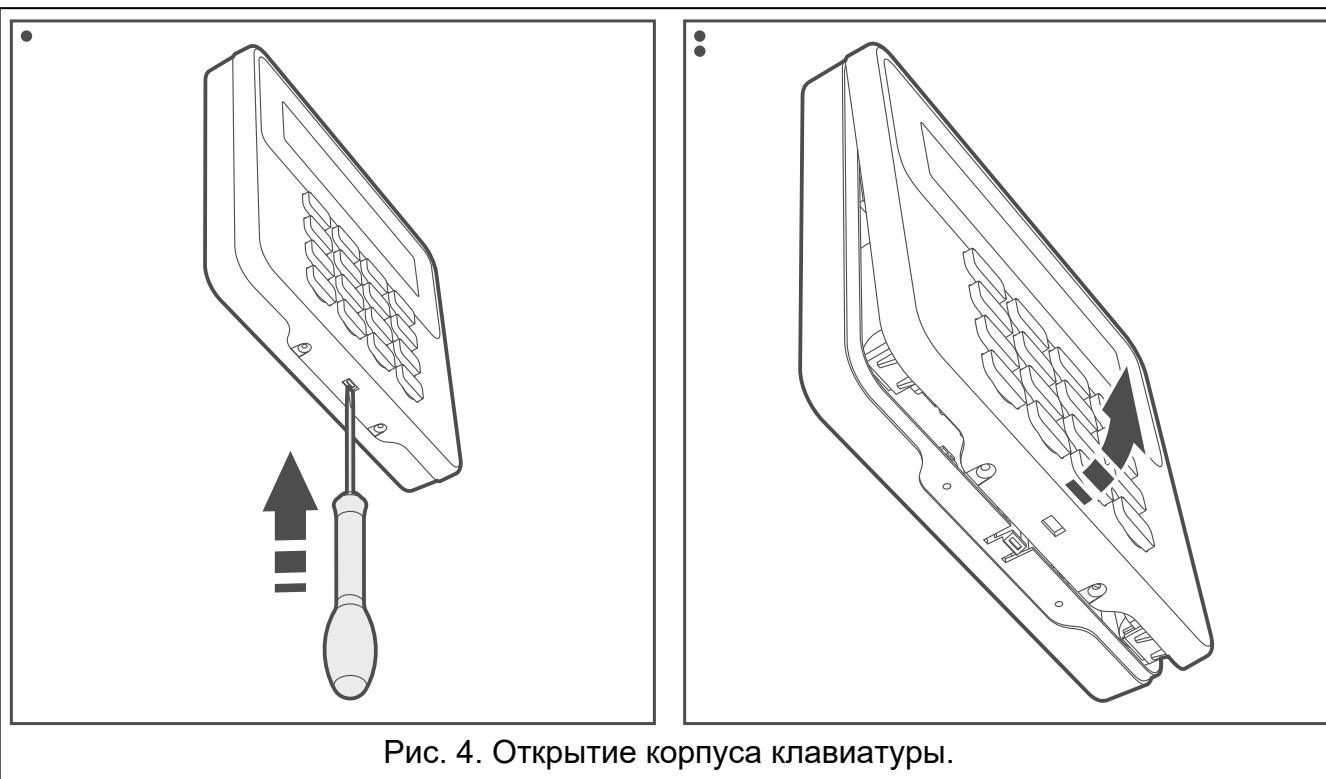

Рис. 4. Открытие корпуса клавиатуры.
1. Откройте корпус клавиатуры (рис. 4).